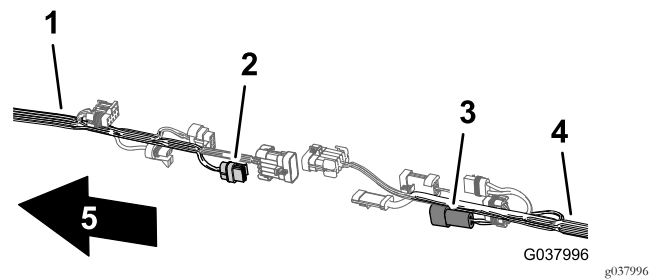

Figure 109
5. Branchez le connecteur à 2 broches du faisceau avant pour la pompe de rinçage au connecteur à 2 douilles du faisceau arrière pour la pompe de rinçage (Figure 109).